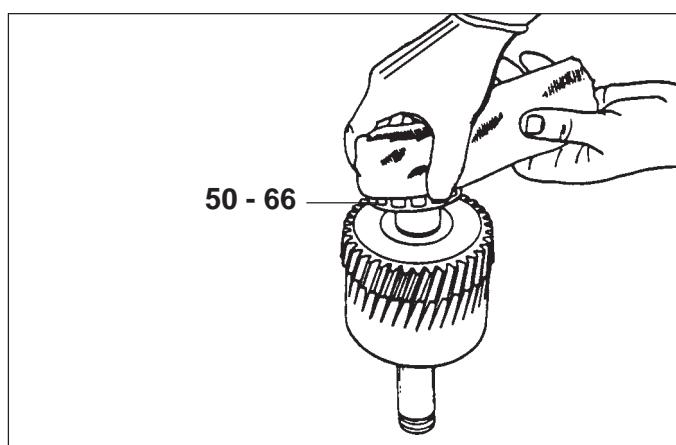

Fig. 29
- 9) Montare le ralle interne dei cuscinetti (66)x2 (50) e (79) riscaldandole a circa 100° C (Fig. 29).
- 10) Montare le fasce elastiche (81) e la vite (82) utilizzando del liquido frenafiletti del tipo LOCTITE 542.
- 9) Install inner race bearings (66)x2; (50) and (79) by heating them to about 100°C (Fig. 29).
- 10) Install piston rings (81) on shaft.